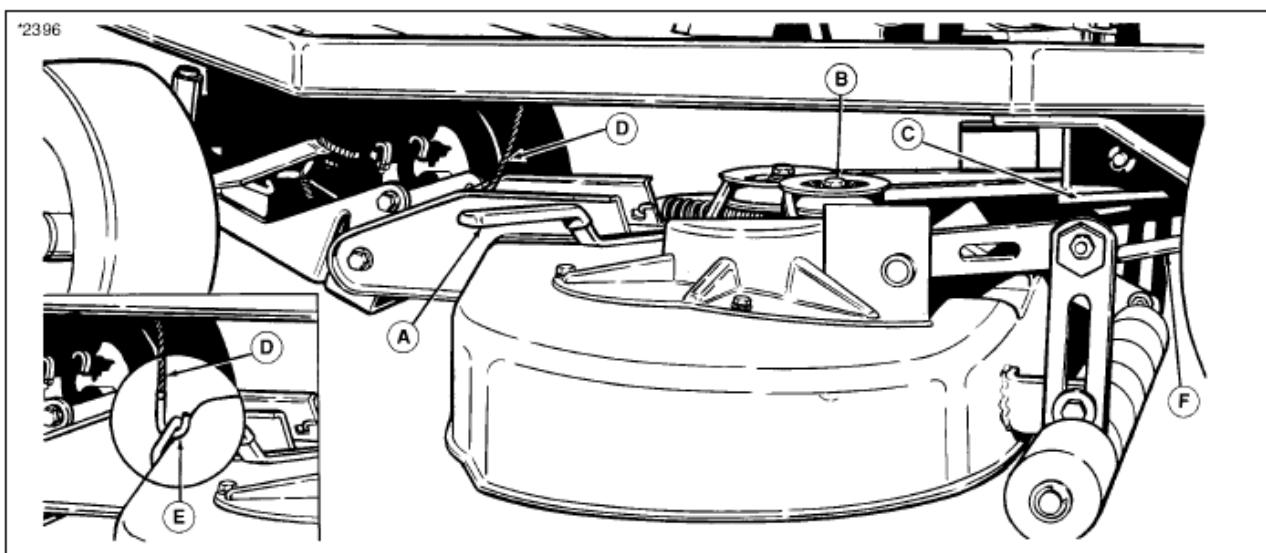

図7 モアデッキの取り外し/取り付け (図は34" デッキ)
注意：モアデッキの取り付け・取り外しは、コンクリート等硬い水平な場所で行って下さい。より簡単にデッキの取り外し・取り付けをする為には、スプリングクリップとクレビスピンを抜いて後部吊り上げアーム（図 7 の F）を取り外しておくと簡単に行なえます。
2. 34" デッキの場合、ベルトテンションを緩める為のアイドラープーリーアーム（図 7 の A）は左側にあります。
3. ベルトテンションを緩めて、アイドラープーリー（図 7 の B）と PTO ブーリー（C）からベルトを外します。ベルトを外すと、フロントヒッチ ASSY も緩まります。
4. リフトレバーを下げ、Dial-A-Cut を一番刈高が低い位置にし、リフトフック（図 7 の E）からリフトケーブル（図 7 の D）を外します。
7. デッキを取り付けるには、逆の手順で行ないます。ベルトをかけるルートを確認して下さい（図 6 参照）。リフトケーブルがフックに、デッキの後ろ側に向かって掛かっているか確認して下さい（図 7 参照）。また、後部吊り上げアーム（図 7 の F）が、後部トーションバーにのっているか確認して下さい。